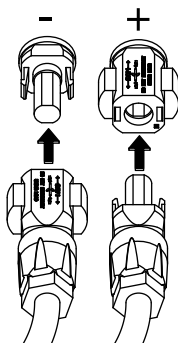

Abb. 31: PV-String anschließen
6. Die Buchsen und Stecker der DC-Leitungen am Wechselrichter einstecken. **☑ Abb. 31** Die Dichtstopfen aus den Steckverbindern aufbewahren.